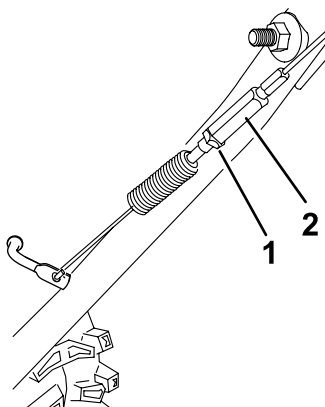

Figure 37
5. Desserrez l'écrou de blocage (Figure 37).
6. Desserrez ou serrez le tendeur de réglage de la tension du câble (Figure 37).